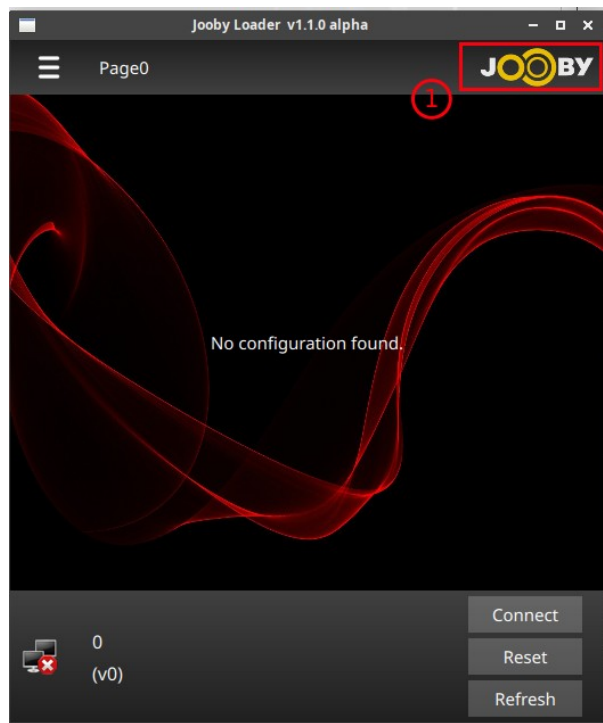

Рисунок 1
- ✓ открыть **служебное меню** - нажать на **иконку Jooby** в правом верхнем углу (рисунок 1 — действие 1)